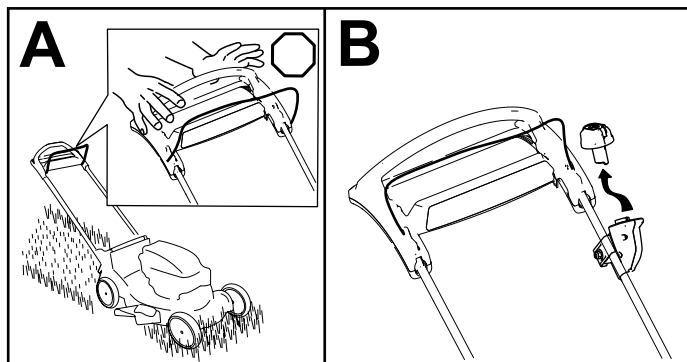

Figure 15
1. Relâchez la barre de commande de la lame (A de la Figure 15).
2. Retirez le bouton de démarrage électrique de l'interrupteur du démarreur électrique (B de la Figure 15).